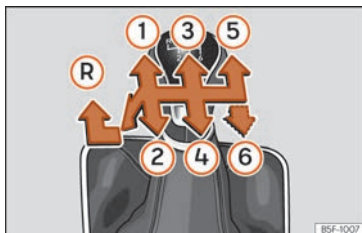

Fig. 151 Esquema de uma caixa de velocidades manual de 5 ou de 6 velocidades.
Na alavanca das mudanças indicam-se as posições das velocidades » **Fig. 151.**
- Com a alavanca das mudanças em ponto morto, pressione-a para baixo, mova-a para a esquerda até ao fim e depois para a frente para selecionar a marcha-atrás » **Fig. 151** **(R).**